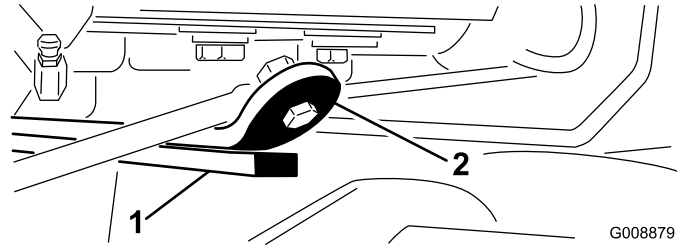

図 13
- 3. エンジンを始動し、カッティングユニットを上昇させ、後ろカッティングユニットのウェアバーの上部についているウェアストラップからバンパーストラップまでの距離が 0.52.5 mm の間にあるかどうか点検する図 13。